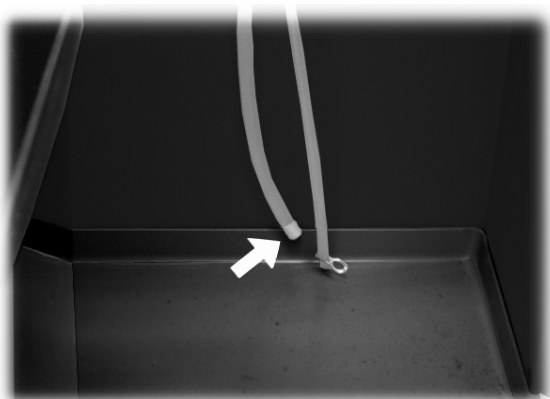

Abb. 94
- den AIR BREAK leeren. Den Verschluss vom Schlauch abziehen (Abb. 94) und das Wasser in einen Behälter leiten. Erst wenn der Schlauch vollständig geleert ist, den Verschluss wieder in seiner ursprünglichen Position anbringen.